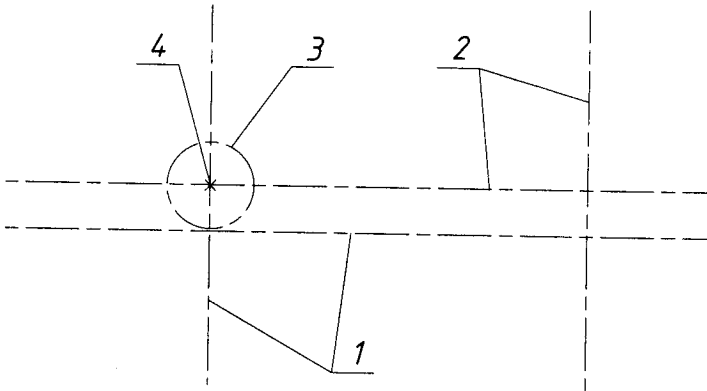

Рис. 12.7
- За допомогою команди **XLINE** креслимо осьові лінії 1 (рис. 12.7).